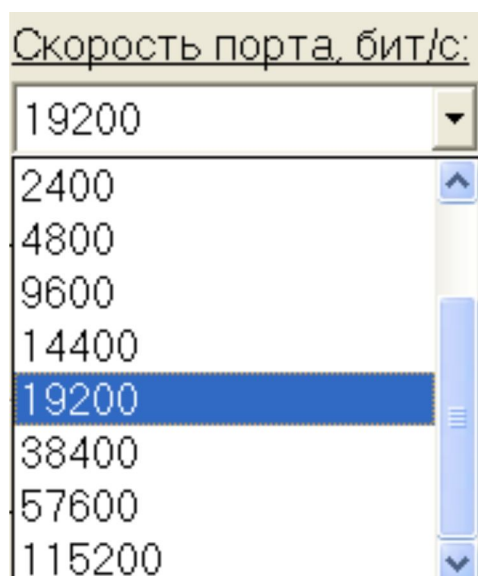

Рисунок 14 - Выбор скорости асинхронного канала
8.5.2.2 «**Скорость порта, бит/с**» - выбирать необходимую для работы скорость из выпадающего списка (см. Рисунок 14).